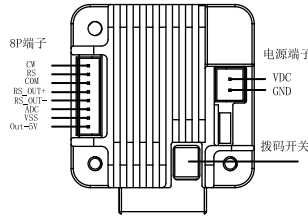
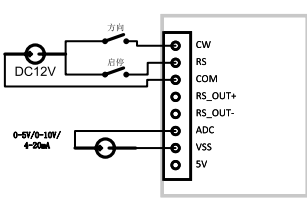

图4 尾部驱动单元展示图
图5 接线示意图
- 端子定义如图4，随机附带线缆配套使用，8P端子接线方式参照按图5，2P端子（VDC,GND）接入电源。